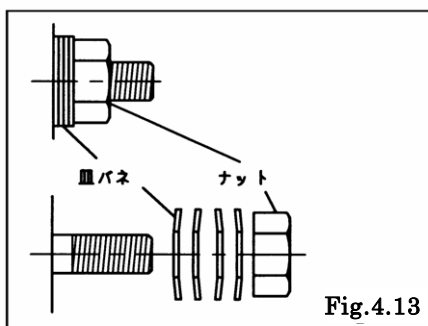

Fig.4.13
- ・皿パネの取り付け方向に注意すること。[Fig.4.13]